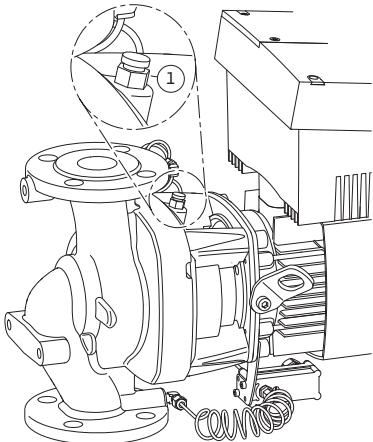

Fig. 45: Entlüftungsventil
- Pumpen durch Lösen der Entlüftungsventile (Fig. 45, Pos. 1) entlüften. Ein Trockenlauf zerstört die Gleitringdichtung der Pumpe. Der Differenzdruckgeber darf nicht entlüftet werden (Gefahr der Zerstörung).